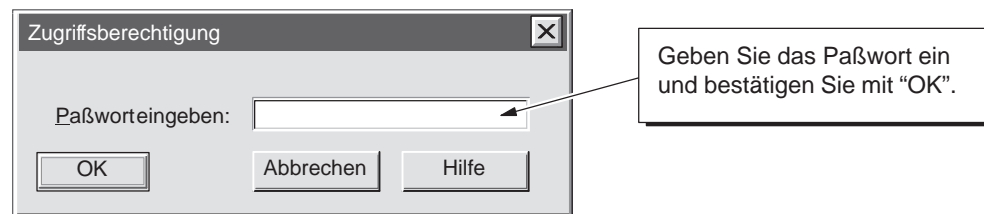

Bild 4-19 Eingeben des Paßworts für WinLC
2. Geben Sie im Dialogfeld "Zugriffsberechtigung" das Paßwort für WinLC ein und bestätigen Sie mit "OK" (siehe Bild 4-19). (Ist als Schutzstufe "Ohne" eingestellt oder wurde kein Paßwort eingerichtet, dann bestätigen Sie einfach mit "OK".)